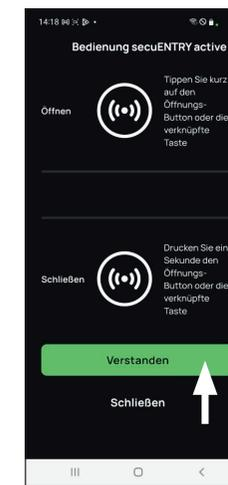

Abb. 7
**Hinweis:** Im Falle der Programmierung eines Motorschlusses, erhalten Sie im Nachgang der Programmierung noch einen Hinweis zur Nutzung (Abb. 7). Bestätigen Sie diesen mit „Verstanden“.